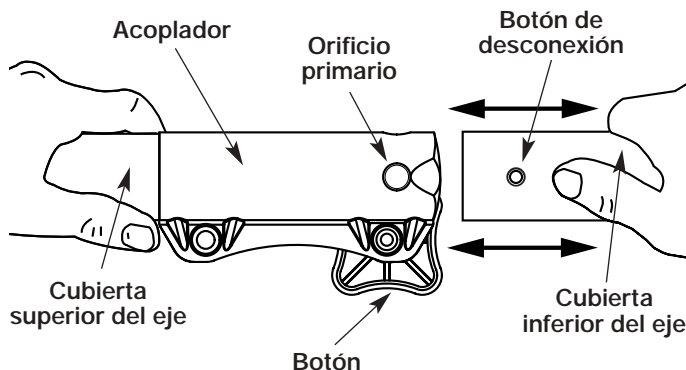

Fig. 2
3. Mientras sostiene el bastidor del eje superior con firmeza, tire del accesorio en línea recta fuera del acoplador (Fig. 2).
3. Mientras sostiene el accesorio con firmeza, empújelo en línea recta en el acoplador (Fig. 2).
**PRECAUCIÓN:** Trabe el botón de desconexión en el orificio primario (Fig. 2) y ajuste bien la perilla antes de operar esta unidad.